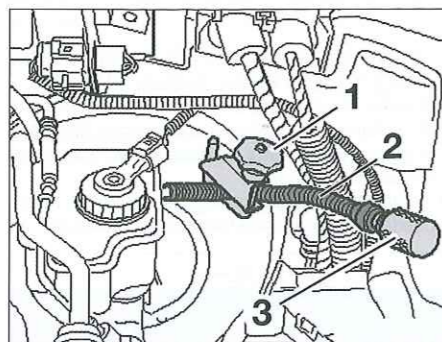

Fig. 5
- Colocar una pinza para manguito (1) en la tubería de alimentación del cilindro de mando (Fig.5).
- Desconectar la tubería de alimentación (2) sobre el cilindro de mando, si es necesario obturarla con un tapón (3).